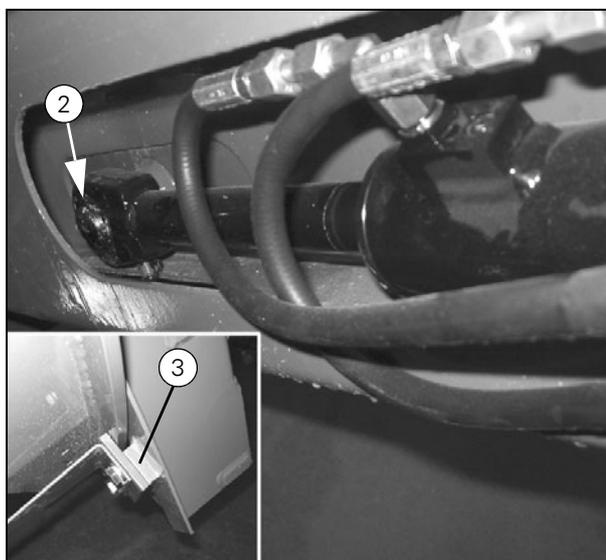

Рисунок 40
- При установке направляющей (3) (Рис. 40) используйте регулировочные прокладки. Соединительное устройство должно свободно вращаться, но без излишнего люфта.